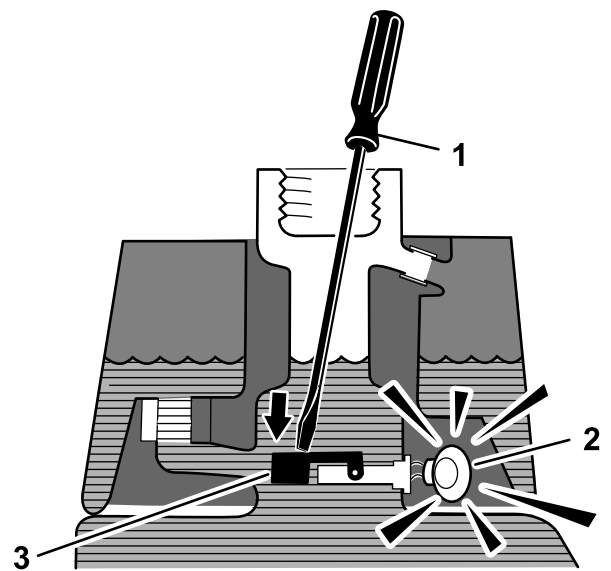

图49
3. 将干净的支杆或螺丝刀插入油箱颈然后轻轻地向下推至浮动开关上 图49 经过 1 秒钟的延迟后警报应响起。